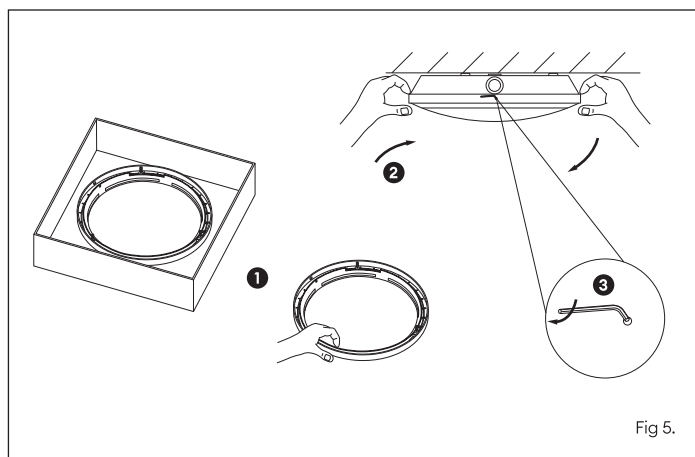

Fig 5.
8. Twist on the bezel. This only assembles one way, ensure the small hole aligns with the security screw (fig 5). Tighten the screw once located.
8. Vissez la collerette. L'assemblage ne se fait que dans un sens ; assurez-vous que le petit trou est aligné sur la vis de sécurité (fig. 5). Serrez la vis une fois en place.
8. Ruotare la cornice. Il montaggio avviene in un solo modo, assicurandosi che il piccolo foro sia allineato con la vite di sicurezza (fig. 5). Serrare la vite una volta posizionata.